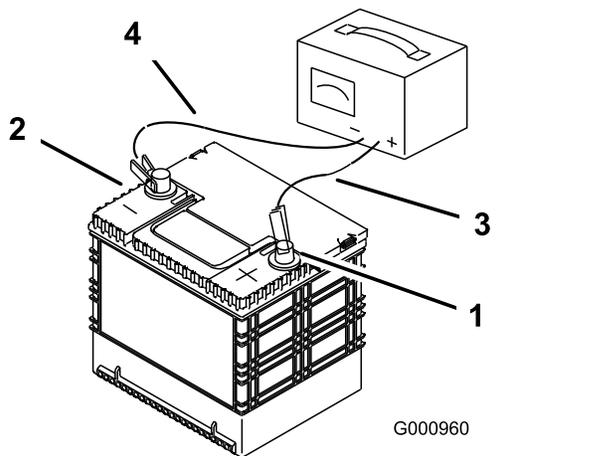

Figura 63
2. Quando la batteria è completamente carica, staccate il caricabatterie dalla presa elettrica e scollegate i cavi di ricarica dai poli della batteria (Figura 63).